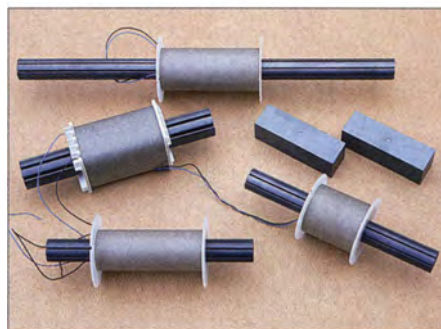

Bild 29: Verschiedene Induktionsspulen mit Normspulenkörpern; die beiden Rundspulenkörper oben und unten wurden verlängert.
z. B. solche von *Epcos* in der Bauform I93/28/30 aus dem Kernmaterial N27 oder N87 (Bild 29, rechts).
In den passenden Rechteckspulenkörper (Bild 29, links) ist ein gefiederter 30-mm-Rundstab eingeschoben. Nachteilig bei den I-Kernen ist die kurze 93-mm-Bauart. Für eine große Langspule müssen viele Kerne aneinandergereiht und verklebt werden. Meiner Meinung nach ergibt sich bei Verwendung der Rechteck-Normspulenkörper ein etwas ungünstiger, weil zu großer Abstand zwischen der Wicklung und dem I-Kern. Außerdem sind die Abstände von den Kernseitenwänden zum Wickelkörper unterschiedlich groß.